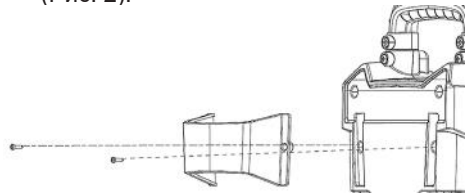

Рис. 2 Установка держателя НР3141
3. Установите держатель для пистолета и струйной трубки, аппарат НР3141 (Рис. 2).